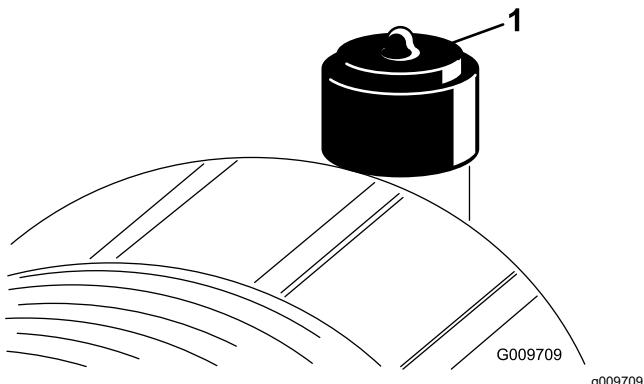

Figura 82
Effettuate la manutenzione del filtro dell'aria solo quando la spia (Figura 82) lo richiede. Sostituendo il filtro dell'aria prima del necessario si aumenta il rischio che la morchia entri nel motore quando si toglie il filtro.
2. Se la spia (Figura 82) è rossa, ripristinate la.